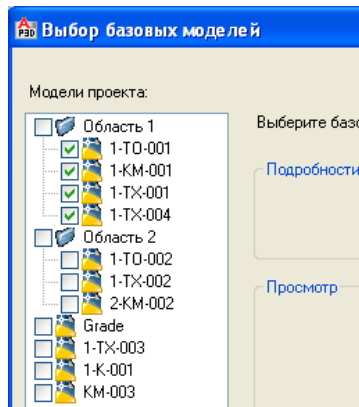

Рис. 122
- Выберите только файлы из папки **Область 1** (Рис. 122).